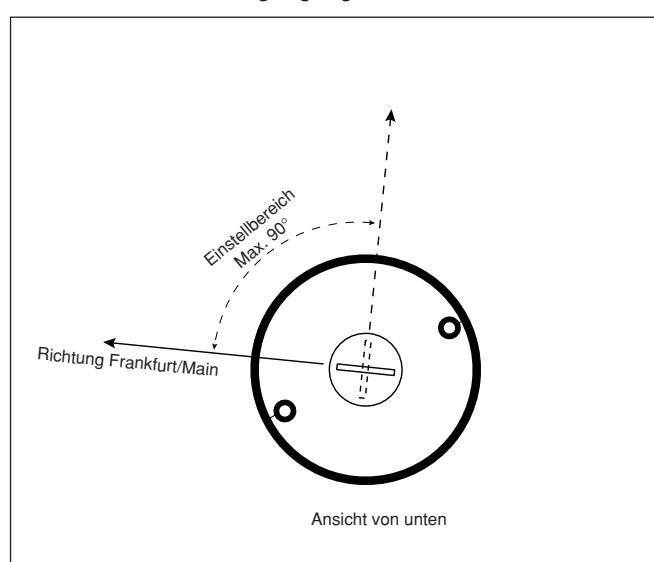

Abb. 2 Ausrichtung der Empfangsantenne
- Testen Sie vor der Montage des Messwertgebers den Montageort unbedingt auf seine Empfangsfähigkeit! Bestandteil des Gerätes ist eine Empfangsantenne, deshalb sollte es grundsätzlich mindestens 0,5 m von Steuergerät und 230 V AC Leitungen entfernt montiert werden. Am Gehäuseboden befindet sich eine weiße Kunststoffscheibe mit Nut. Durch Drehen der Scheibe mit einer Münze kann die Antenne im Inneren des Gerätes in einem Bereich von ca. 90° justiert werden. Idealerweise sollte die Nut in der Einstellscheibe in Richtung Frankfurt/Main zeigen (Abb. 2). Zur Einstellhilfe befindet sich zwischen der ersten und der zweiten Photodiode eine rote LED im Inneren des Gehäuses (Abb. 6). Wird das Zeitsignal empfangen, dann blinkt diese LED im Sekundentakt. Beachten Sie bitte, dass das Blinksignal bei starker Sonneneinstrahlung nicht sichtbar ist. Ob Sie ein korrektes Zeitlegramm empfangen, können Sie nicht am Blinken der LED erkennen, sondern erst nachdem Sie den Messwertgeber an Ihre Sonnenschutzzentrale angeschlossen und die Inbetriebnahme durchgeführt haben. Sollte der Empfang nicht einwandfrei sein, beachten Sie bitte folgende Hinweise: